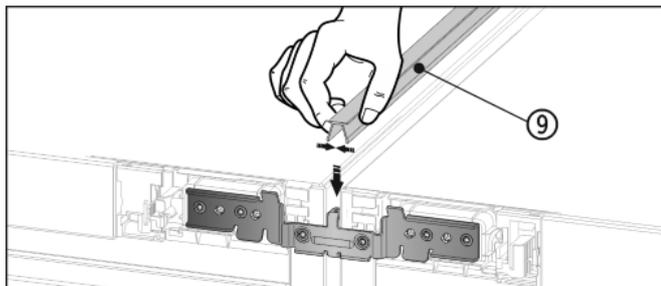

Fig. 13
- Sul lato superiore premere per inserire il coprifuga Fig. 13 (9) corto nella fessura orizzontale.